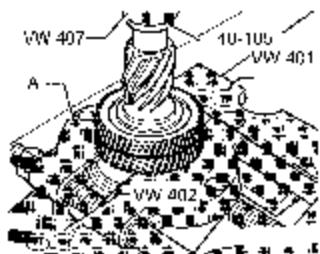

图 9-74 压出第 5 挡齿轮
(5) 压出第 5 挡齿轮, 要使用 22~115mm 的分离装置 A, 如图 9-74 所示。